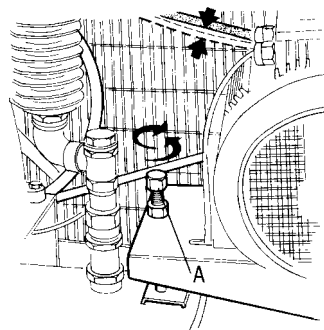

fig. 12
De riemspanning wordt op fabriek geregeld. In geval van vervanging moeten de katrollen perfect met elkaar uitgelijnd en korrekt gespannen worden. Schroefpin (A) geeft de mogelijkheid om de riemspanning te regelen door de basis van de motor naar boven of naar beneden te schuiven (Fig. 12).